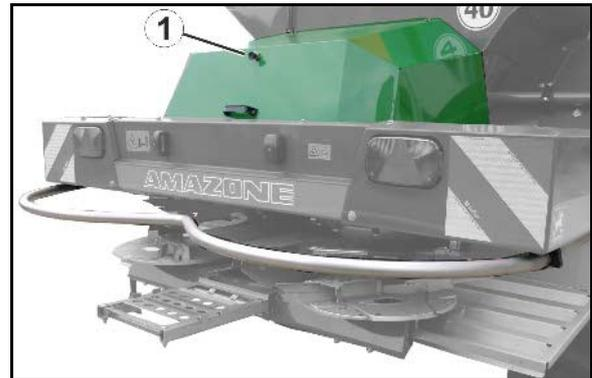

Fig. 45
1. Verriegelungsknopf der Haube (Fig. 45/1) lösen.